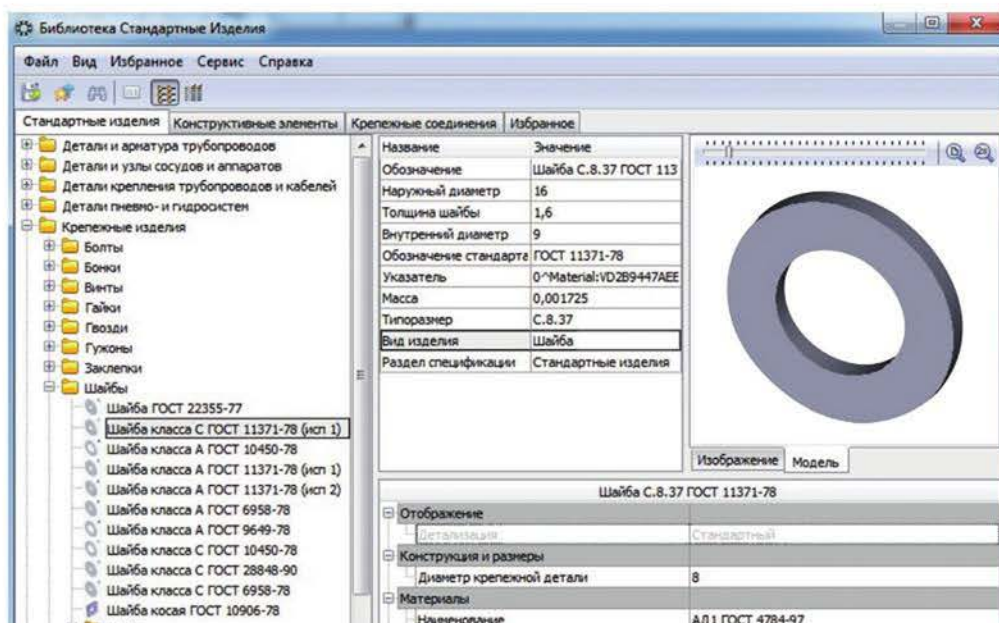
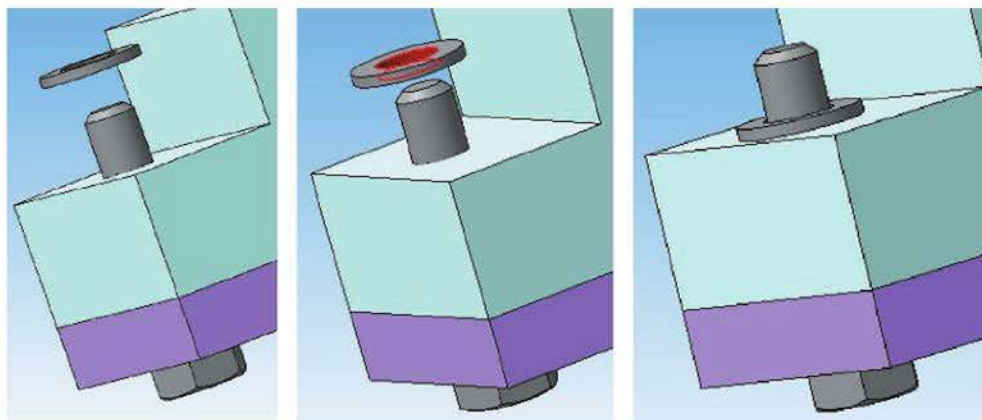

Рисунок 12.13 Выбор стандартного изделия «Шайба»
Рисунок 12.14 Вставка Шайбы в 3D-сборку
3. В окне *Стандартные изделия* открыть папку *Шайбы* и выбрать нужный вариант: Шайба класса С ГОСТ 11371-78 (исп. 1). В диалоговом окне задать диаметр крепежной детали 8 мм в зависимости от диаметра отверстий соединяемых деталей (рисунок 12.13). Нажать кнопку *Применить*. При вставке *Шайбы* в сборку используются сопряжения *Соосность*  и *Совпадение объектов*  (рисунок 12.14).